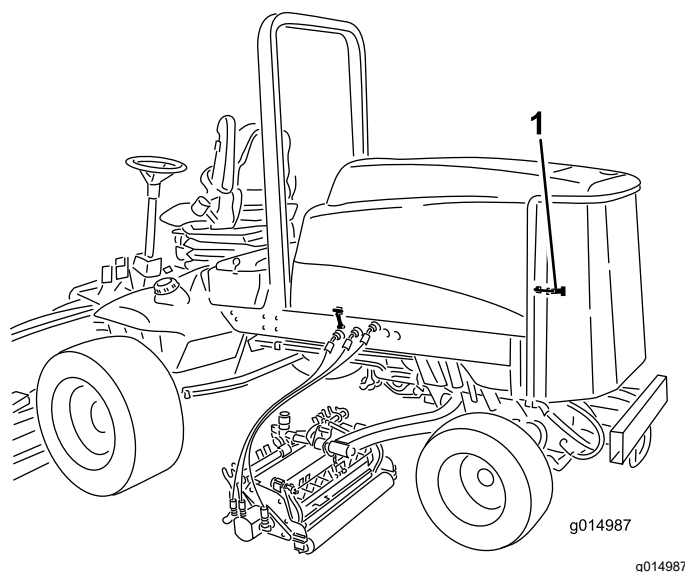

Figura 74
1. Desenganche y abra la rejilla trasera (Figura 74).